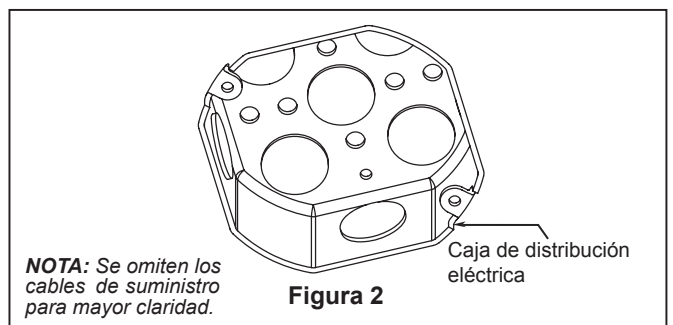

Figura 2
Es fundamental que la caja de distribución eléctrica y los tornillos estén bien asegurados a la estructura armada y que sean capaces de soportar una carga de, al menos, 15,9 kg (35 lb). Si los tornillos no están correctamente colocados, el ventilador podría caerse. (Figura 2)
1. Ajuste bien la caja de conexiones del techo apta para soporte de ventilador en la estructura armada. La caja de conexiones no se suministra con el ventilador. (Figura 2)